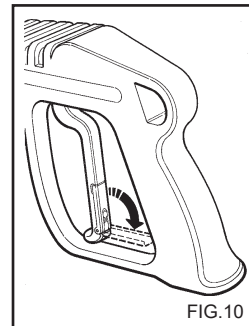

FIG.10
- Lukitse laitteen varressa oleva turvalaite silloin, kun laitetta ei käytetä. (Fig. 10).